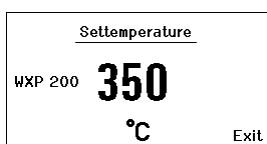

Fig. 10
1. Håll önskad valknapp **10** nedtryckt i 3 sekunder. Indikeringen växlar till börtemperatur (se fig. 10).